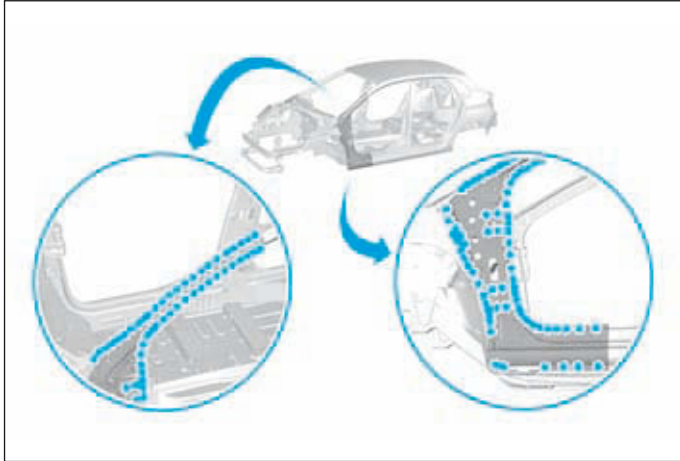
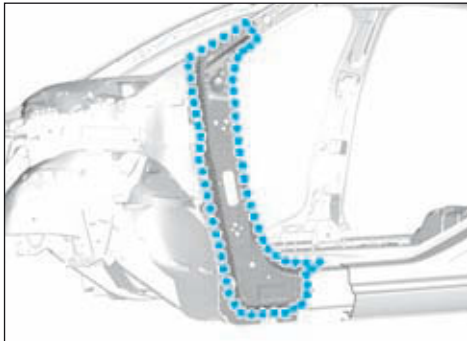

FIG.64
FIG.65
- Dépointer l'ensemble des points électriques (Fig.64) et (Fig.65).